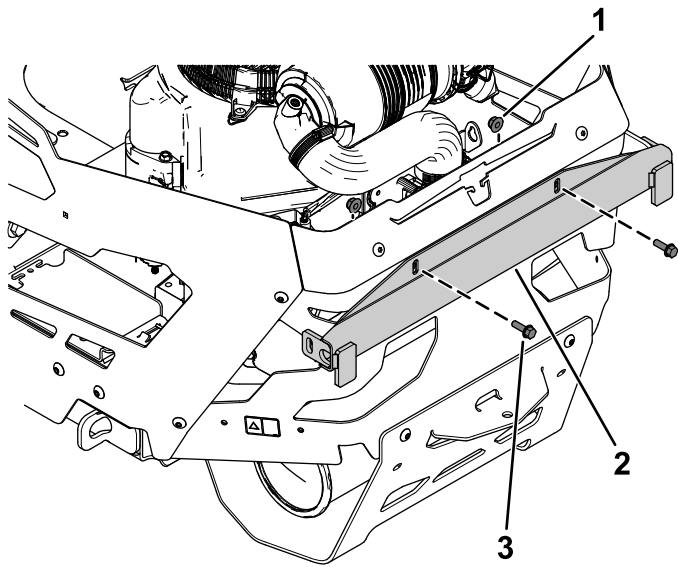

Figure 7
1. Fixez légèrement le support supérieur à la protection arrière du moteur à l'aide de 2 boulons à embase (5/16" x 1") et 2 écrous à embase (5/16"), comme montré à la Figure 7.